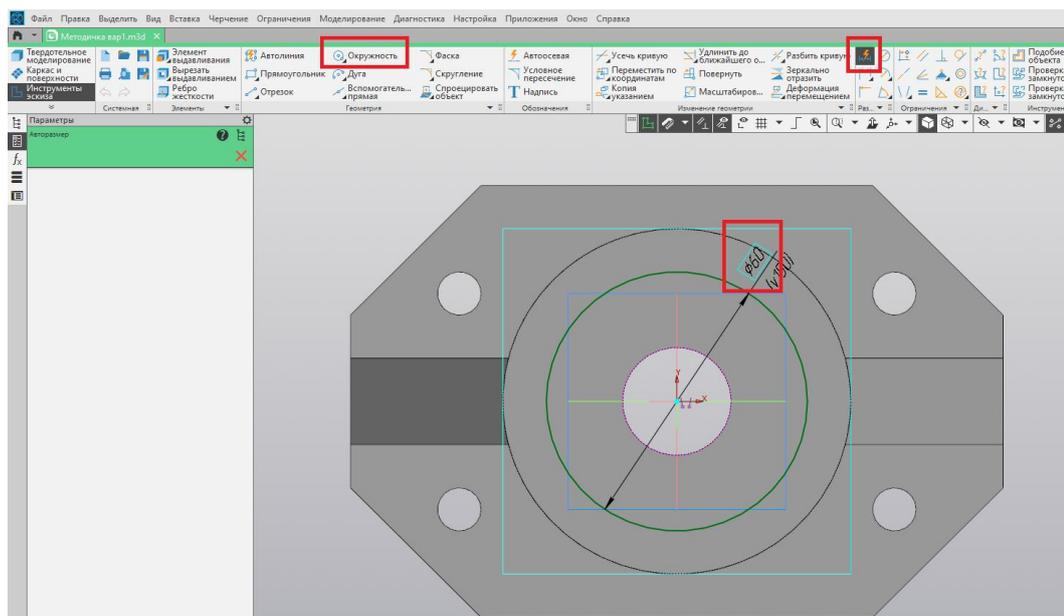

Рис. 29
26. Из начала координат строим окружность диаметром 60 мм (рис. 29).